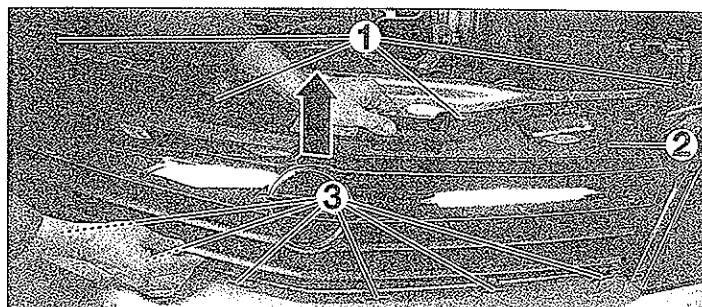
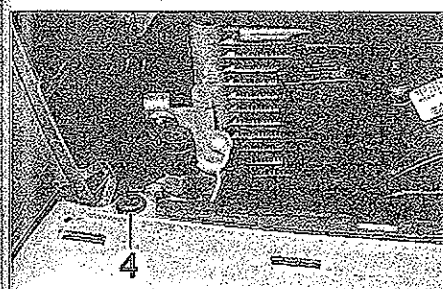

FIG. 5
FIG. 6
- Desmontar los cuatro clavos de fijación (1) de la calandra (2) (fig. 5).
- Desengrapar la calandra de sus 6 puntos de fijación inferior (3).
- los dos clavos de las fijaciones superiores (4) del parachoques delantero (fig. 6).